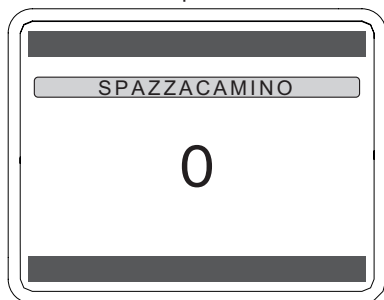

Figura 9.31
- Premere il tasto (✓) per confermare Figura 9.31 e, utilizzando il tasto (∨) o (∧) impostare il valore a "0" (Spazzacamino non attivo).